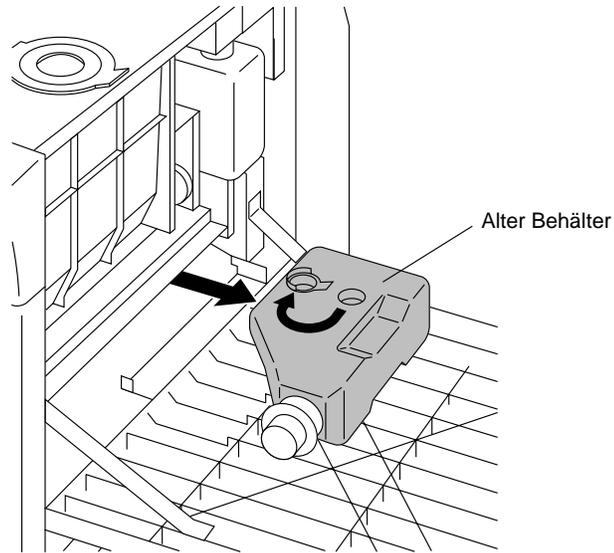

Abbildung A-8 Entwicklersammelbehälter entfernen
7. Öffnen Sie die obere rechte Abdeckung, und entfernen Sie den Entwicklersammelbehälter (siehe Abbildung A-8)